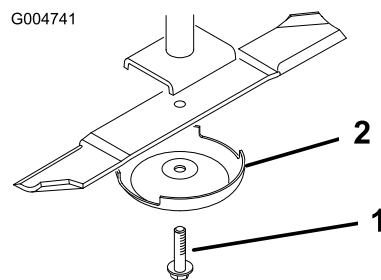

図 14
9. ブレード、芝削り防止カップ、ブレードボルトを取り付け図 14、